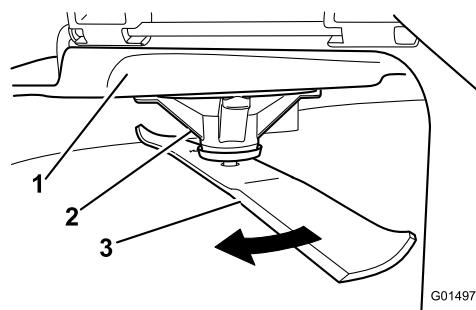

Bild 64
2. Tragen Sie dicke Handschuhe oder andere angemessene Handschuhe und drehen Sie das Messer langsam in eine Stellung, in der das Messen des Abstands zwischen der Schnittkante und der ebenen Fläche der Maschine möglich ist (Bild 64).